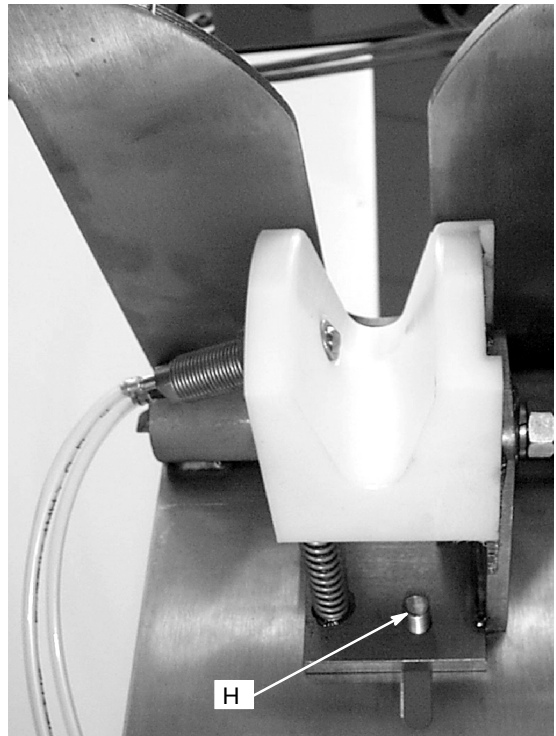

Fig. 14
4. Marque la posición de los tornillos (H), y después apriete los tornillos (J) en la nueva posición. Vea la Fig. 14.